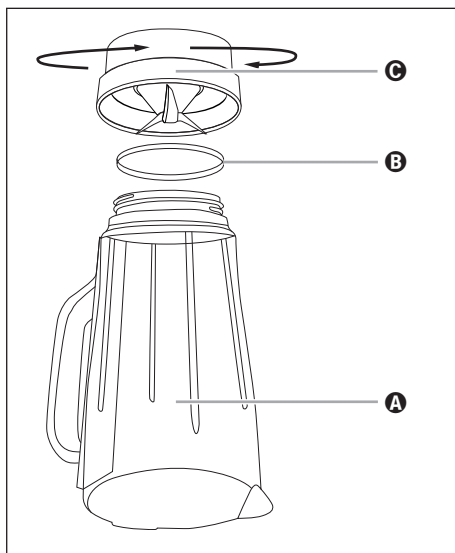

Fig. 4
- 1) Détachez le bol mixeur ③ du bloc moteur ⑥. Pour une meilleure stabilité, retirez le couvercle ② en le tournant dans le sens anti-horaire en direction de la position , jusqu'à pouvoir le retirer par le haut.
- 2) Renversez l'appareil et tournez la pièce en plastique ③ du bol mixeur ③ dans le sens anti-horaire afin qu'elle se détache de la pièce en verre ① du bol mixeur ③ (voir fig. 4).
- 4) Si besoin, vous pouvez détacher prudemment la bague d'étanchéité ⑦ de la pièce en plastique ③. Nettoyez-la avec de l'eau additionnée d'un produit à vaisselle doux et rincez-la à l'eau claire.
- 6) Le cas échéant, remettez la bague d'étanchéité ⑦ correctement en place dans la pièce en plastique ③. Remettez ensuite la pièce en plastique ③ du bol mixeur ③ sur la pièce en verre ① du bol mixeur ③ et tournez la pièce en plastique ③ à fond dans le sens horaire.